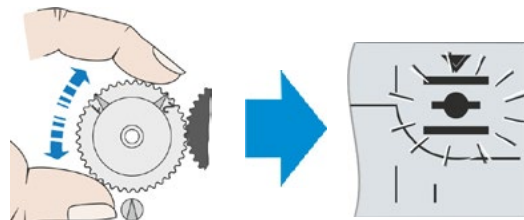

Fig. 6: Dreie planethjulet til midtstilling til endeosisjonssymbolet blinker
8. Bare ved utvekslingsgir: Dreie planethjulet på utvekslingsgiret til midtstilling. Markeringene 1 og 2 vender oppover og endeosisjonssymbolet for den valgte endeosisjonen blinker (Fig. 6).